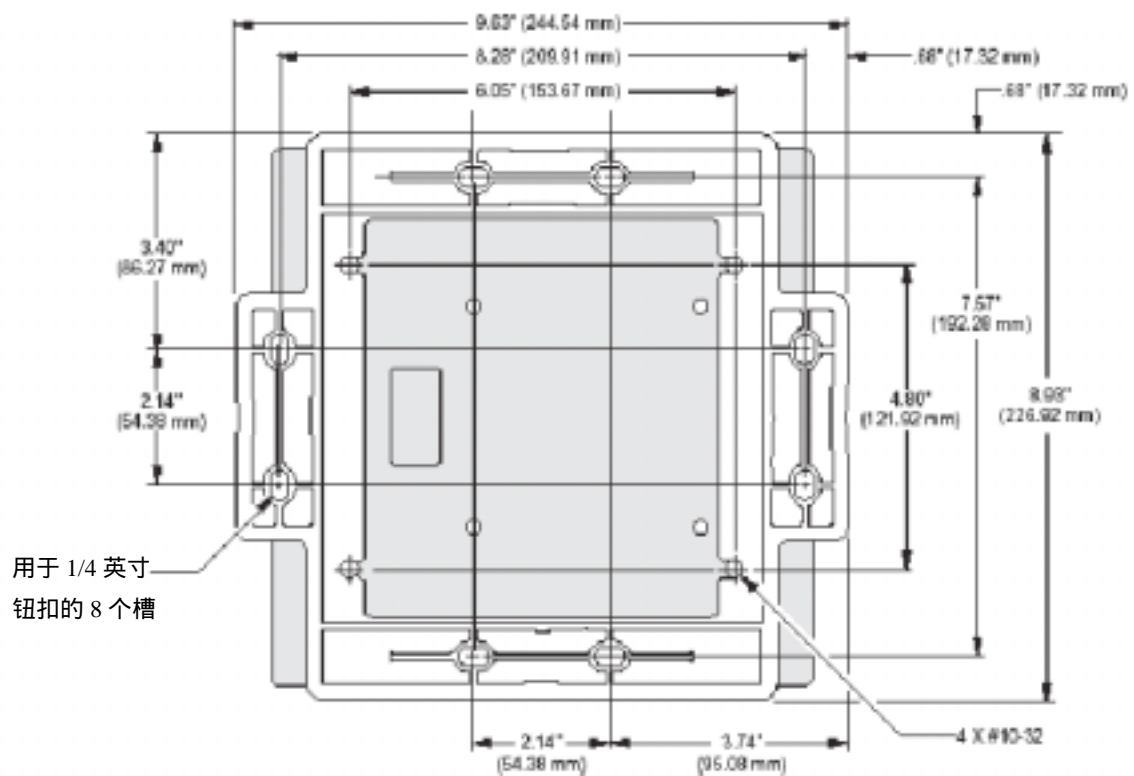

图 31 安装支架的尺寸
2. 使用支架作为一个模板或者用图 31 中所示的尺寸信息来在墙壁上标记八个螺钉孔中四个的位置——竖直方向或者水平方向成对。定位装置以便最少有两个安装螺钉对准螺栓。